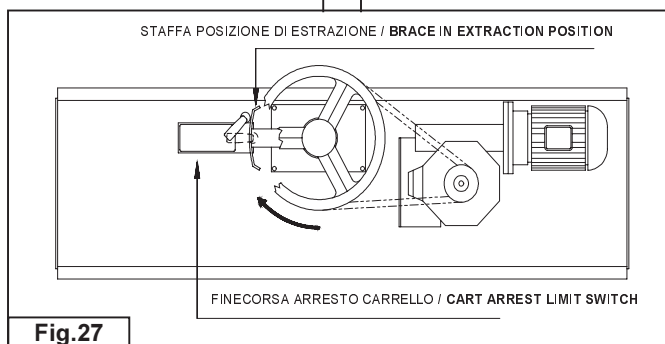

Fig.27
-Verificare, ed eventualmente correggere attraverso l'apposita staffa fissata al sistema di traino (**Fig.27**), l'arresto del carrello in posizione di sgancio-estrazione. (SOLO PER FORNI CON SOLLEVAMENTO AUTOMATICO)
Check the cart arrest in the unhooking and unloading position and correct it if necessary using the brace secured to the movement system (**Fig. 27**) (ONLY FOR OVENS WITH AUTOMATIC HOISTING)